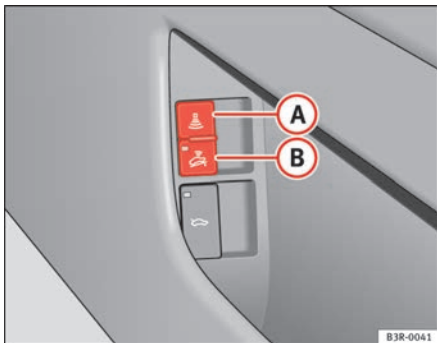

Abb. 77 Taster der Innenraumüberwachung
- Öffnen Sie die Tür und ziehen Sie am Taster **A** mit dem Symbol  seitlich an der Fahrertürablage ⇒ Abb. 77.
- Öffnen Sie die Tür und ziehen Sie am Taster **B** mit dem Symbol  seitlich an der Fahrertürablage ⇒ Abb. 77.